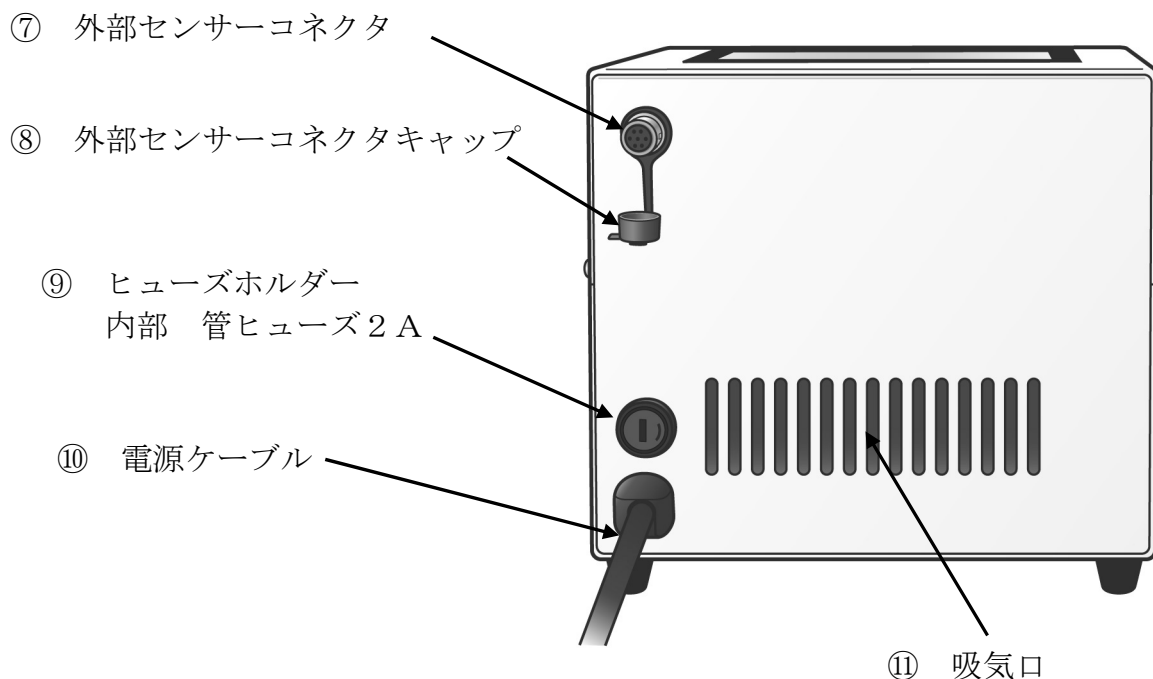
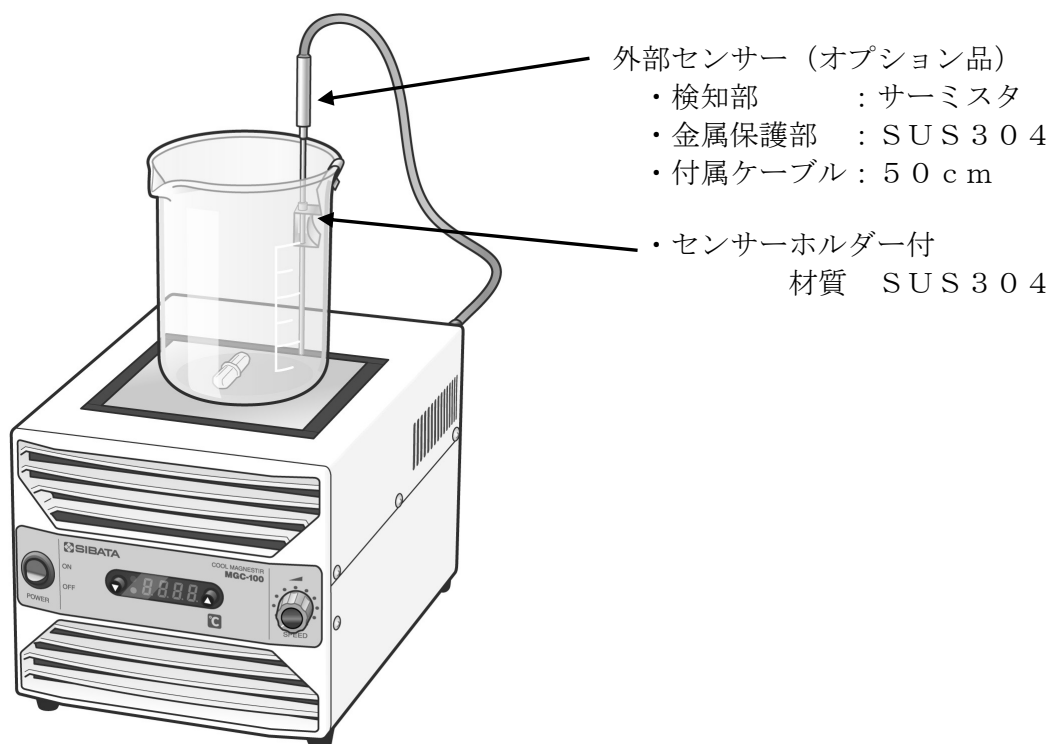

図 2．後面各部名称
図6. 外部センサー装着例（ビーカーは付属していません）
外部センサーは図2. 後面各部名称中、⑧外部センサーコネクタキャップを外し、⑦外部センサーコネクタに外部センサーのプラグを装着してください。また外部センサーは付属のセンサーホルダーでビーカーの側面ツバなどに架けることができます。（図6. 参照）